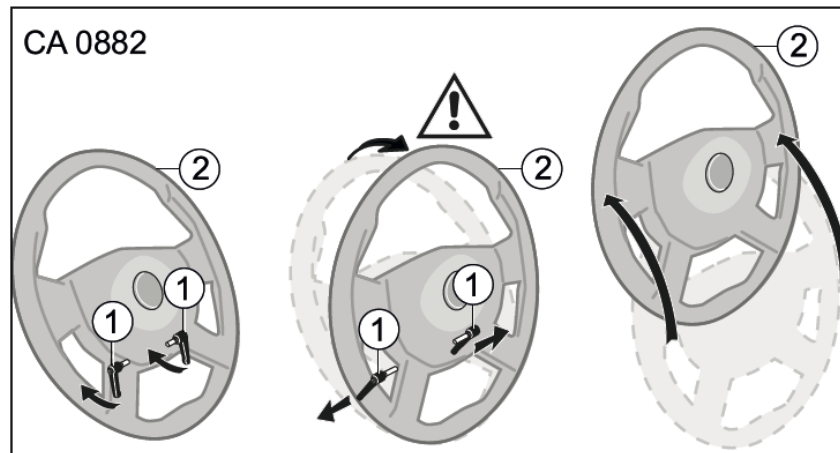

Fig. 79 Pivoter le volant
1. Tourner les deux verrous (Fig. 79/1) simultanément jusqu'en butée dans le sens de conduite.
En position extrême, tirer les deux verrous (Fig. 79/1) simultanément vers l'extérieur. Lors du déverrouillage, le volant (Fig. 79/2) saute légèrement vers l'avant.
2. Saisir le volant déverrouillé (Fig. 79/2) en son milieu et le pivoter vers le haut jusqu'à ce que le volant (Fig. 79/2) encliquette dans le dispositif de fixation. Le volant (Fig. 79/2) est ensuite tenu par une sorte de pince.